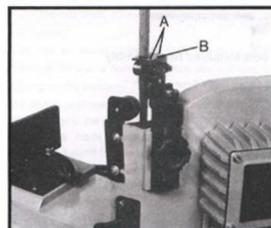

Fig. 3
3. Wyjmij dwie śruby (A, rys. 3) i płytę deflektora (B).